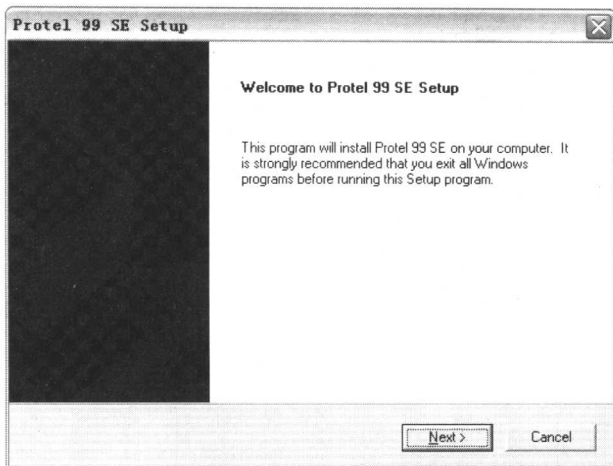

图 1-4 “Welcome to Protel 99 SE Setup”对话框
(5) 双击“Setup.exe”图标，运行 Protel 99SE 的“Setup.exe”安装程序，Windows 显示“Welcome to Protel 99 SE Setup (欢迎安装 Protel 99 SE)”对话框，如图 1-4 所示。